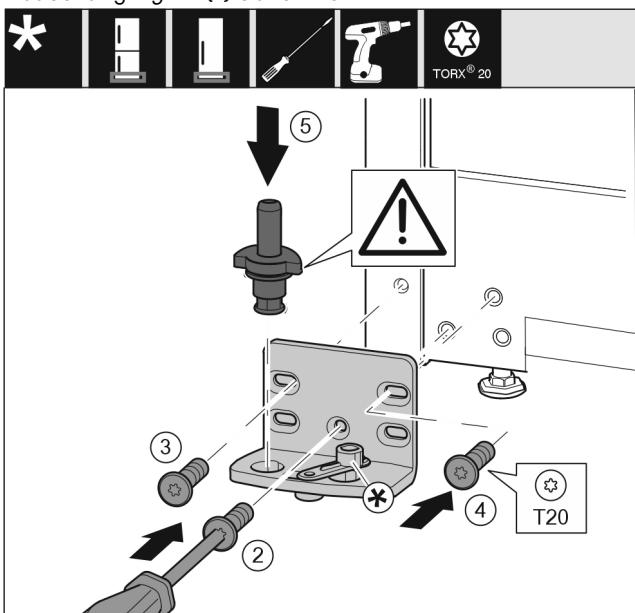

Fig. 15
- Lagerbock auf der anderen Seite ansetzen und mit Hilfe eines Schraubendrehers anschrauben. Mit der Schraube Fig. 15 (2) unten in der Mitte beginnen.
- Schraube Fig. 15 (3) und Schraube Fig. 15 (4) fest-schrauben.
- Lagerbolzen Fig. 15 (5) komplett einsetzen. Dabei darauf achten, dass der Rastnicken nach hinten zeigt.